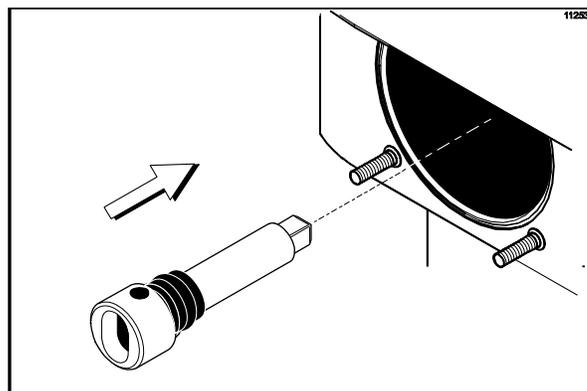

图 112
2. 将奶昔刮刀架传动轴安装到冷冻缸后轴承套的里面，并将四方轴端牢固地插入连轴器。务必使传动轴插入连轴器内而不粘连。（见图 112。）